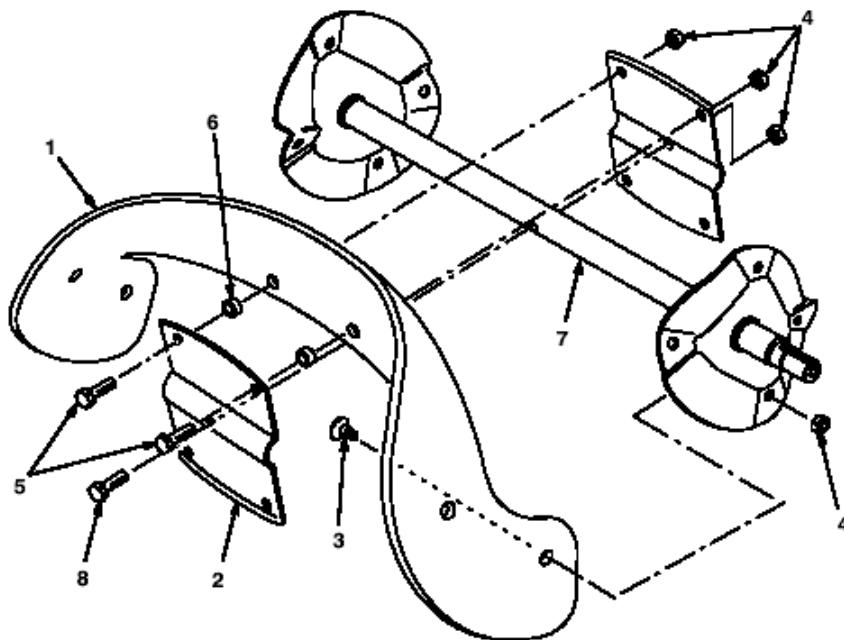

图23
- 1、取下紧固旋转刀片和轴的4个螺栓和锁紧螺母。（图23）
- 2、取下紧固刀片和旋转片的两个六角螺栓、两个垫圈和锁紧螺母。（图23）
- 3、松开紧固旋转片和轴的六角螺栓。（图23）
- 4、以旋转片间取出刀片。（图23）